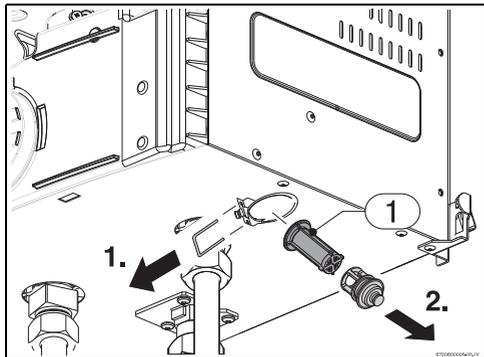

Fig. 44
- ▶ Sustituir el filtro de agua, consultar la Fig. 44.